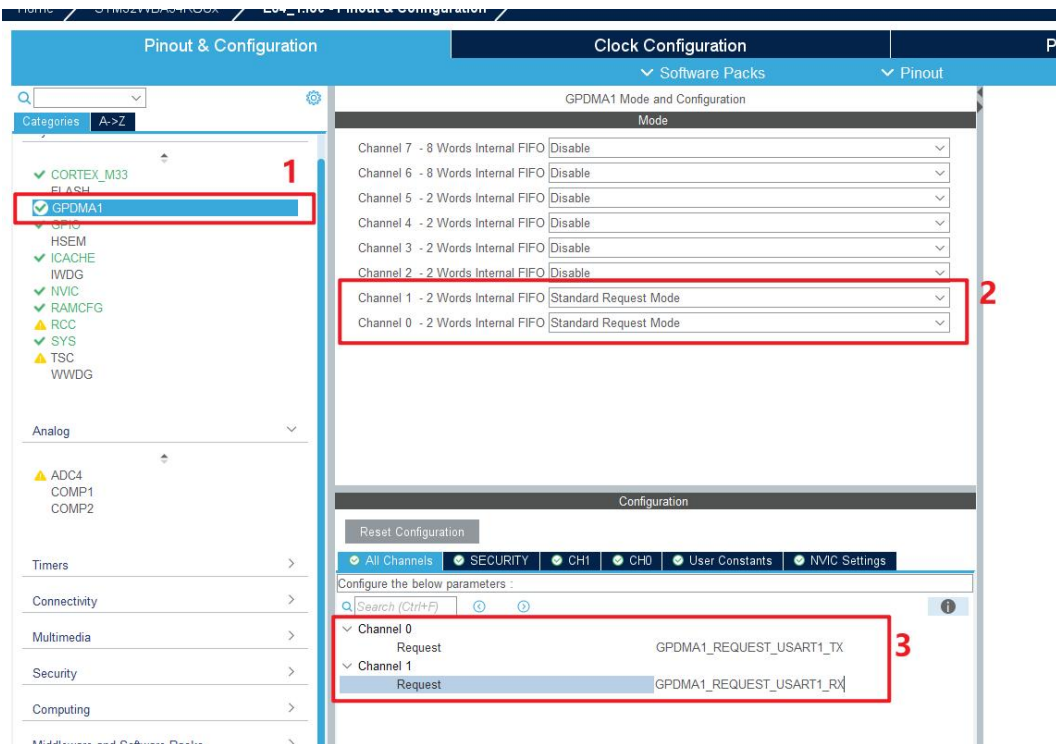
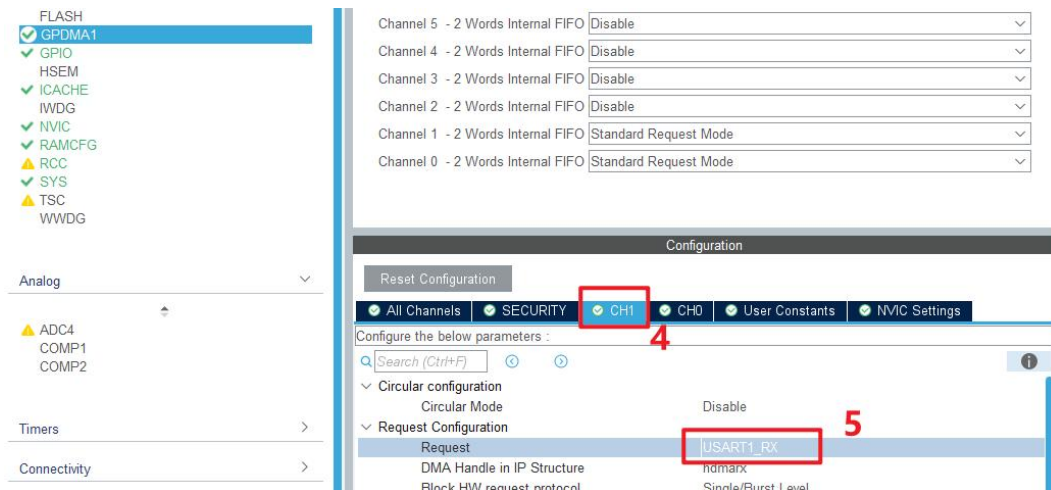
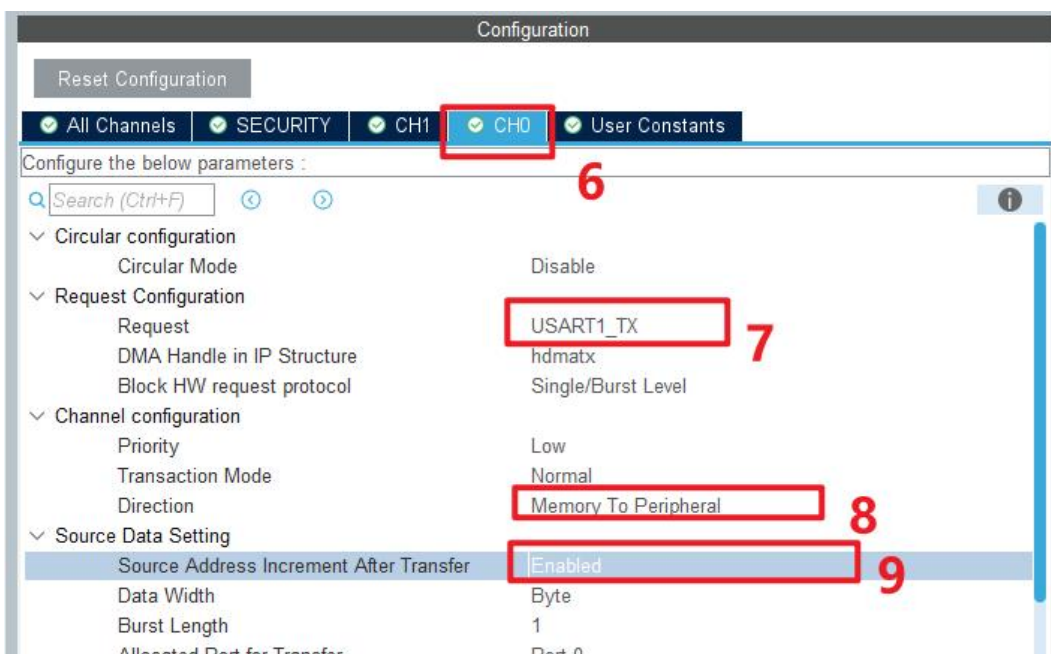

图 5.14
图 5.15
图 5.16
14. 配置 DMA。按照如图 5.14、图 5.15 和图 5.16 所示进行 DMA 配置，注意“序号 3”，写好参数之后，需要按 Enter 进行保存。